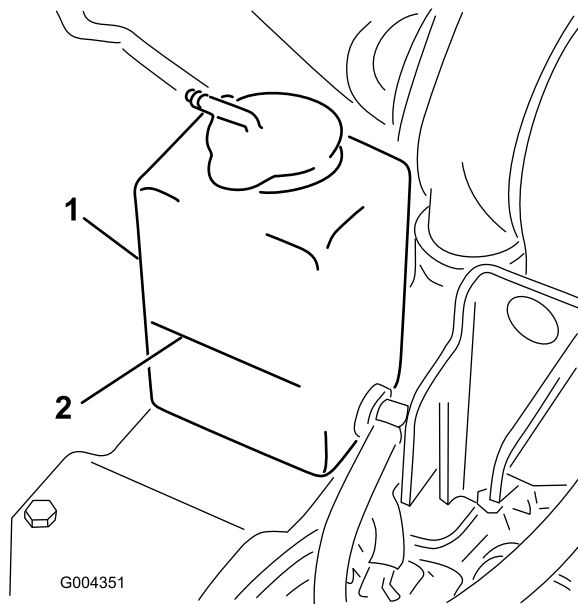

Figura 19
1. Compruebe el nivel de refrigerante en el depósito de expansión (Figura 19).